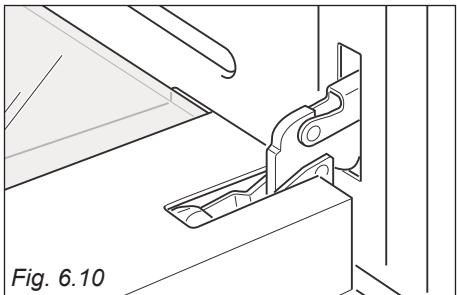

Fig. 6.10
- Ouvrez la porte à fond (fig. 6.10).